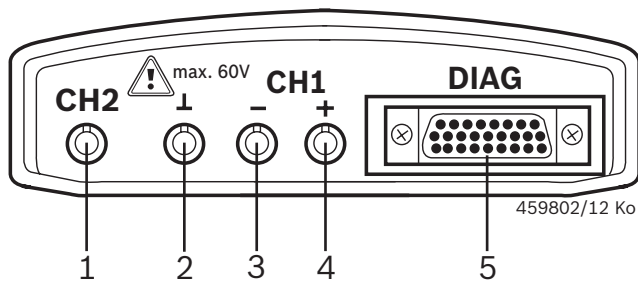

Fig. 1: Diagnoselinje/målelinje
- Hvis der ikke er tilsluttet nogen diagnoseledning, skal der før U-, R- eller I-målinger etableres en stelforbindelse fra KTS-modulerne (fig. 1, pos. 2) med vedlagte stelledning til køretøjets stel.